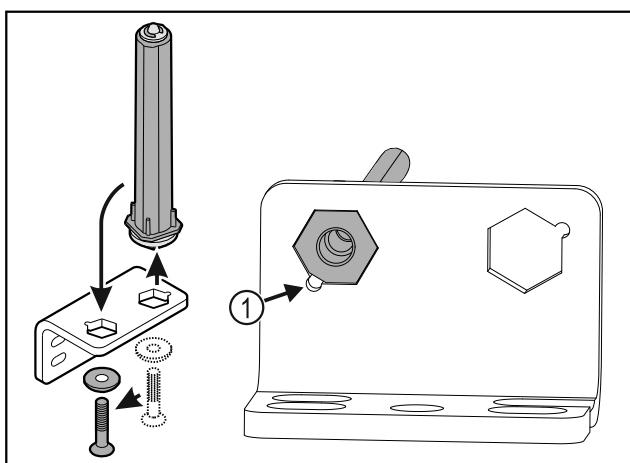

Fig. 38
- Проследите за тем, чтобы при установке скос пальца Fig. 38 (1) указывал в направлении круглого отверстия.